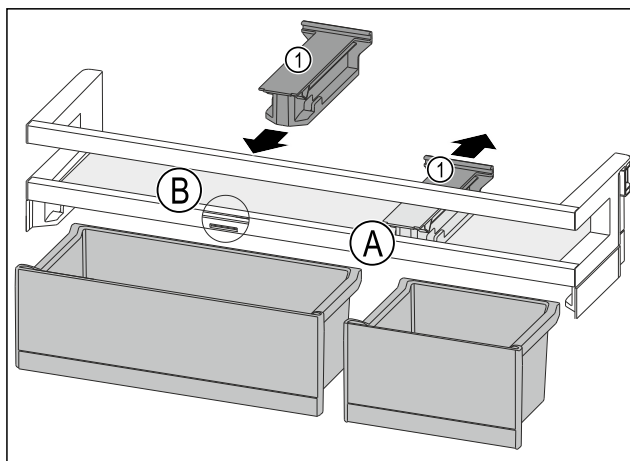

Fig. 118
- Držák Fig. 118 (1) v poloze Fig. 118 (A) stáhněte dozadu.
- Držák Fig. 118 (1) vložte v poloze Fig. 118 (B).